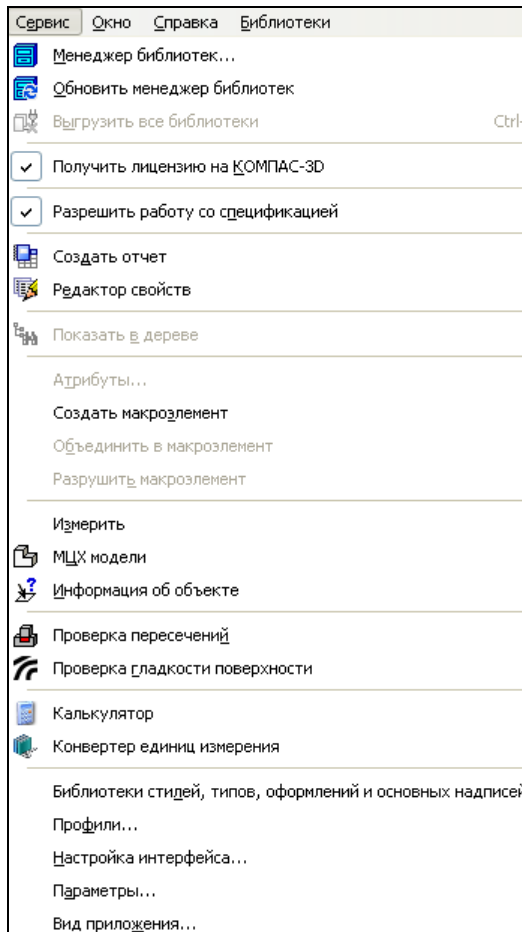

Рис. 4.5. Выпадающее меню пункта **Сервис**
- ◆ **Сервис** — содержит команды вызова Менеджера библиотек, калькулятора, команд измерения, а также вызова диалоговых окон **Настройка интерфейса**, **Параметры** и т. д. (рис. 4.5);